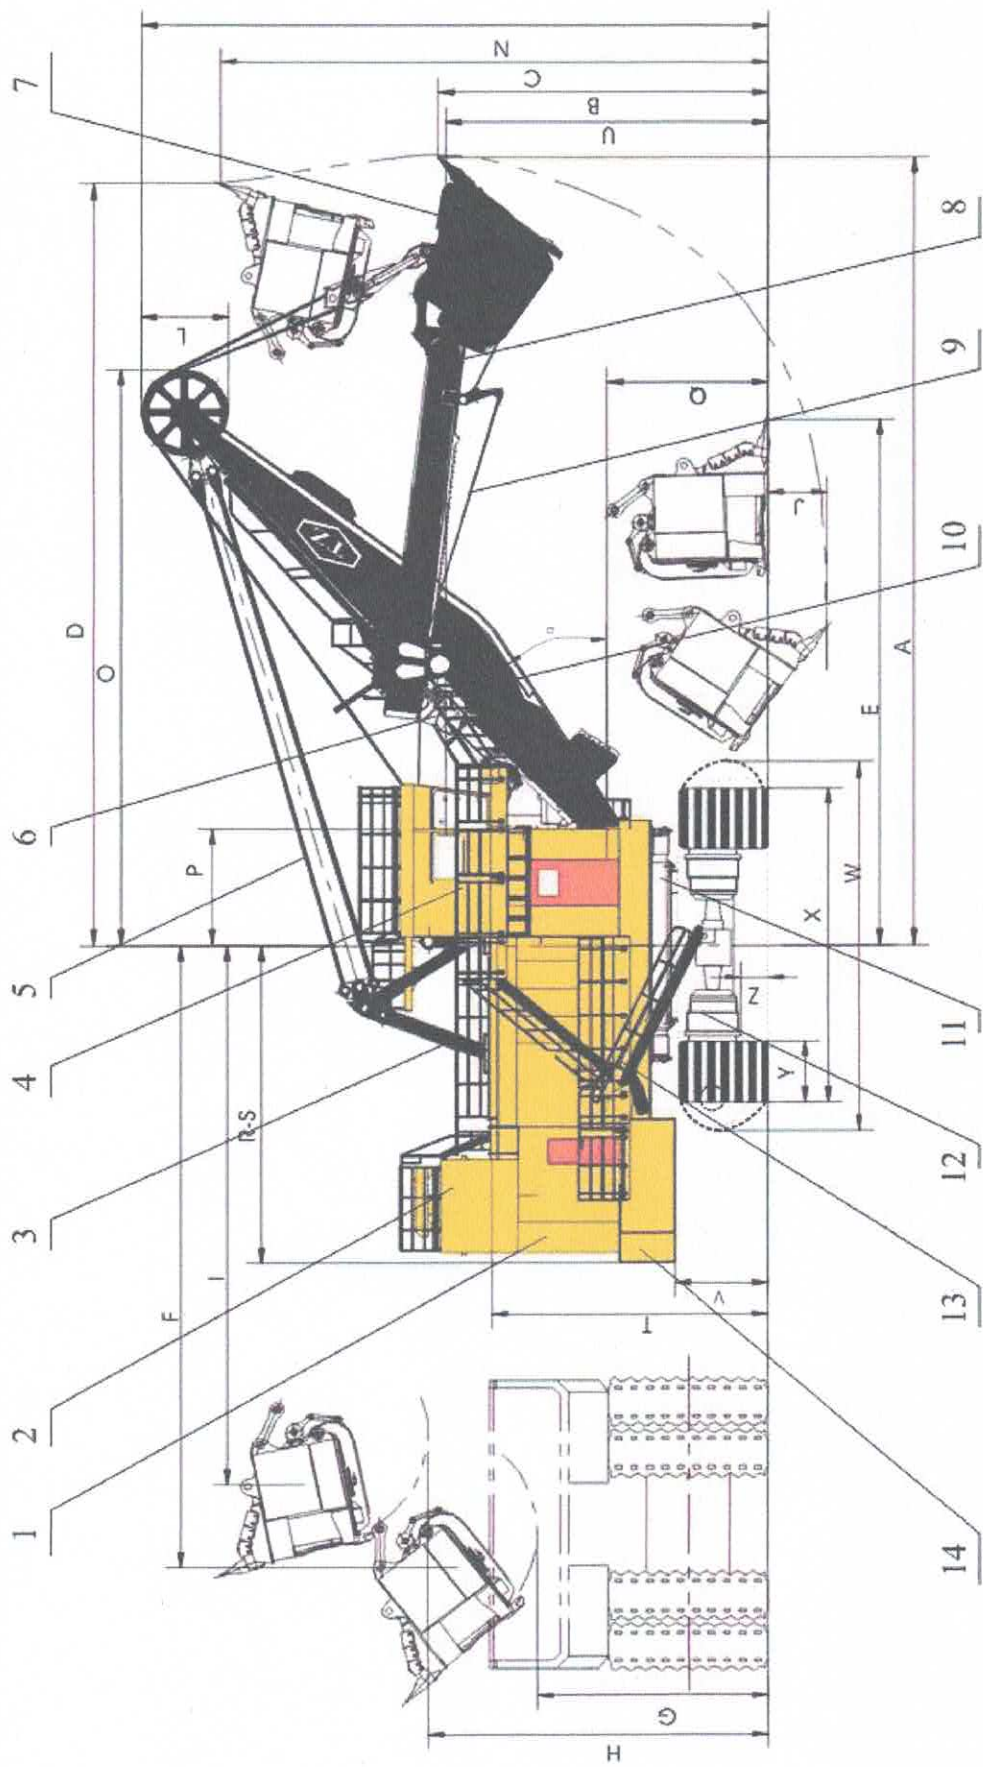

Рисунок 1. Общий вид и обозначение размеров экскаватора WK-35.
3.2. Основные рабочие размеры экскаватора WK-35 приведены в табл. 2 и на рис.1.
3.4. Общий вид и габаритные размеры экскаватора WK-35 даны на рис. 1 и 2